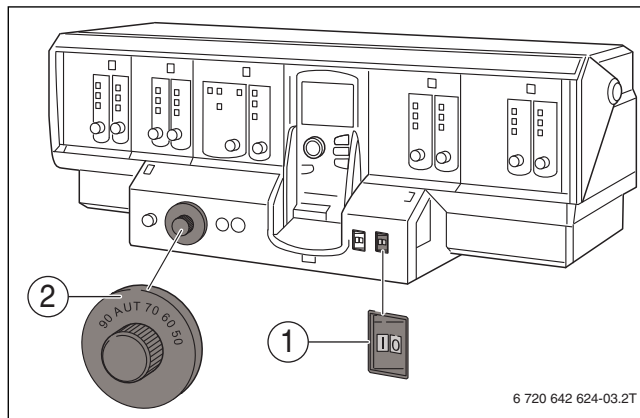

Рис. 39 Включение отопительной установки на системе управления (Logamatic 4000)
- ▶ Переведите пусковой выключатель (→ рис. 39 [1]) на обоих системах управления в положение I (ВКЛ).